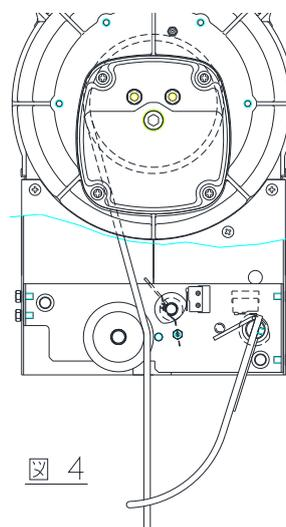

図 4
- 1) ワイヤロープのロック管側を過巻防止リミットレバーの間を通し、図4のようにロープを通し、ドラムの取り付け穴の大きい方へ差し込む。